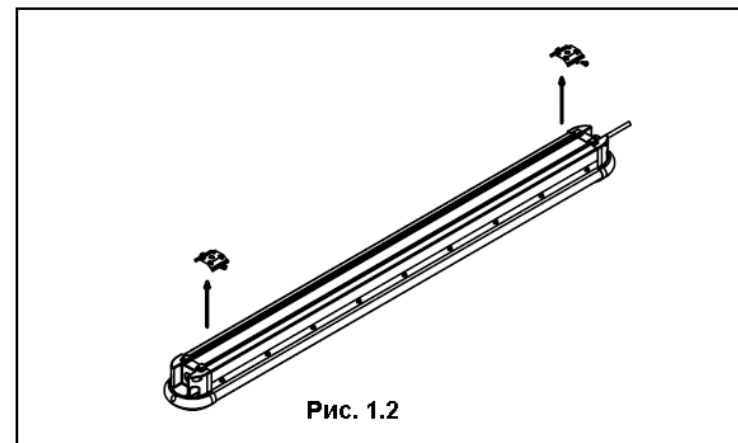

Рис. 1.2
- Аккуратно вставьте светильник направляющими в пазы скоб и закрепите светильник, закрутив винты в боковые отверстия скоб (Рис.1.2). Убедитесь в надежном закреплении светильника;